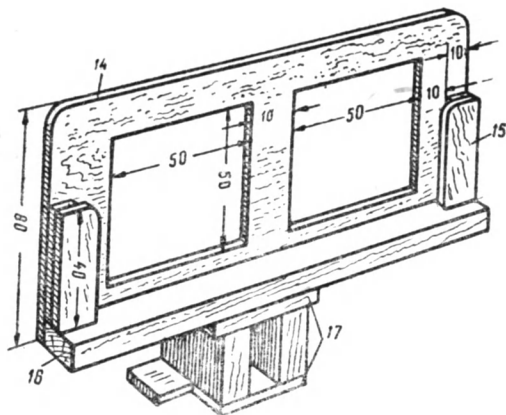

Рис. 19. Держатель стереоснимков и стереодиапозитивов
Держатель стереоснимков изображен на рис. 19. Основная его часть — фанерная рамка (14) с пазами (15) для закладывания стереоснимков. Пазы склейте из двух фанерных полосок. Верхние полоски шире нижних и образуют паз для закладывания стереоснимка.